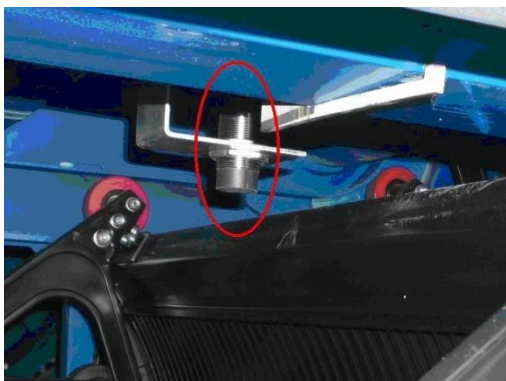

图 2
- 梯级缺失传感器：上下各装一个，感应梯级边沿，安装距离 2~4mm，如图 2：